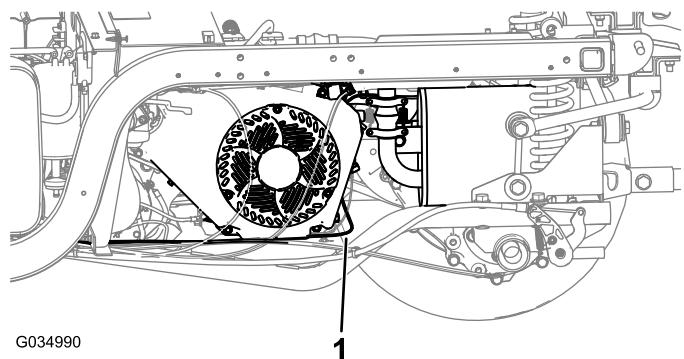

Bild 6
2. Verlegen Sie den Kitkabelbaum entlang der linken Seite des Motors und folgen Sie dem Maschinenkabelbaum; bringen Sie ggf. Kabelbinden an (Bild 6).